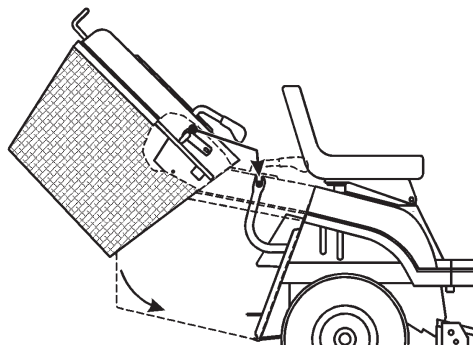

Bild 42
1. Kippen Sie den Graskollektor mit beiden Händen nach vorne (Bild 42).
2. Kippen Sie den Kollektor ungefähr 40 Grad nach vorne. Schieben Sie ihn dann auf die 2 Stützschielen hinten am Traktor (Bild 42).